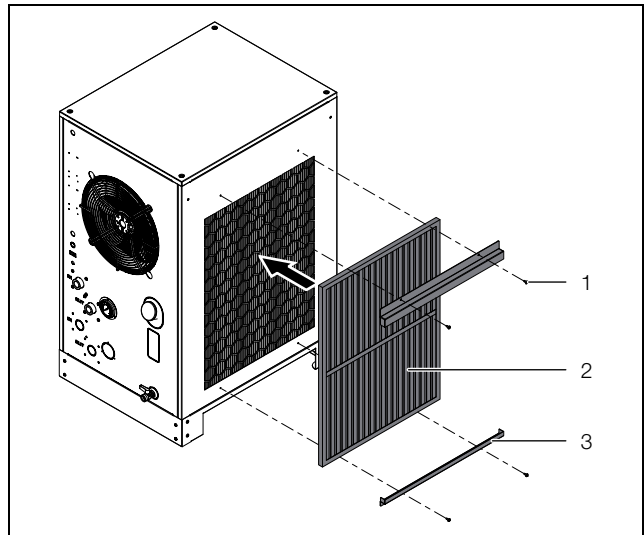

Abb. 23: Einbau der Metallfilter
- Montieren Sie die beiden Halter (Abb. 23, Pos. 3) mit den Befestigungsschrauben (Abb. 23, Pos. 1) an der linken Seite des Chillers.